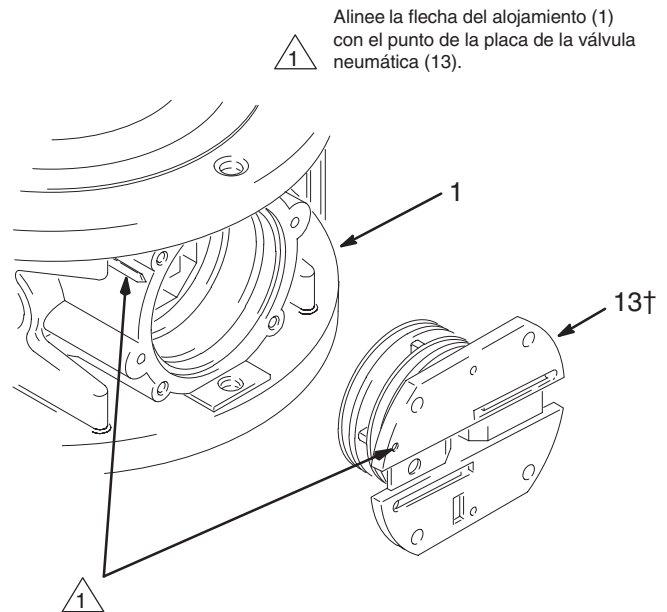
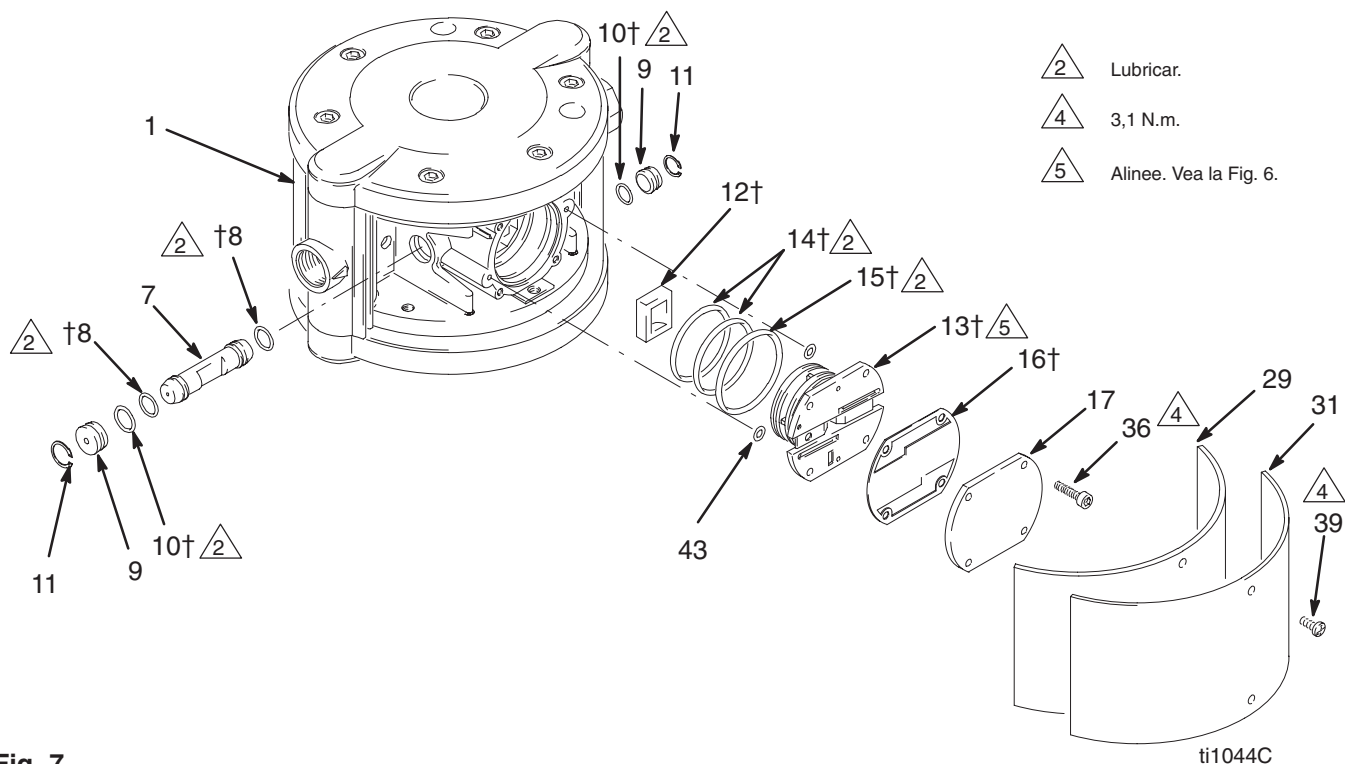

Fig. 6
Fig. 7
1. Retire la tapa lateral (31) y el amortiguador de fieltro (29).
2. Saque los cuatro tornillos (36), la tapa de la válvula neumática (17) y la junta (16). Consulte la Fig. 7.
3. Vea la Fig. 6. Tenga en cuenta la orientación de la placa de la válvula neumática (13). Saque la placa del alojamiento central (1). Saque las tres juntas tóricas (14, 15) y las dos juntas tóricas (43) de la placa. Vea la Fig. 7.
4. Saque la copela de la válvula de aire (12) del alojamiento central (1).
5. Retire las juntas de retención (11) y el tapón (9) de ambos lados, y deslice el carro (7) sacándolo del alojamiento central (1). Retire las juntas tóricas (8, 10) del carro y del tapón.
1. Lubrique las juntas tóricas (8†) e instálelas en el carro (7). Deslice el carro hasta el interior del alojamiento central (1) de forma que la muesca quede dirigida hacia afuera, tal como se indica en la Fig. 7.
2. Lubrique cada junta tórica (10†) e instálelas en los tapones (9). Introduzca el tapón en cada lado para fijar el carro (7). Instale los anillos de retención (11) para sujetar todas estas piezas.
3. Instale la copela de la válvula neumática (12†) en la muesca del carro (7) de forma que el lado abierto esté dirigido hacia afuera.
4. Instale dos juntas tóricas (43) en el escariador del motor neumático.
5. Lubrique la junta tórica grande (15†) y las dos pequeñas (14†) e instálelas en la placa de la válvula neumática (13†). Alinee el punto de la placa con la flecha del alojamiento central (1) tal como se indica en la Fig. 6. Instale la placa en el alojamiento.
7. Vuelva a instalar la tapa de la válvula de aire (17) y los tornillos (36). Apriete los tornillos a un par de 3,1 N.m.
9. Vuelva a instalar el amortiguador de fieltro (29) y la tapa lateral (31). Vea la página 14.